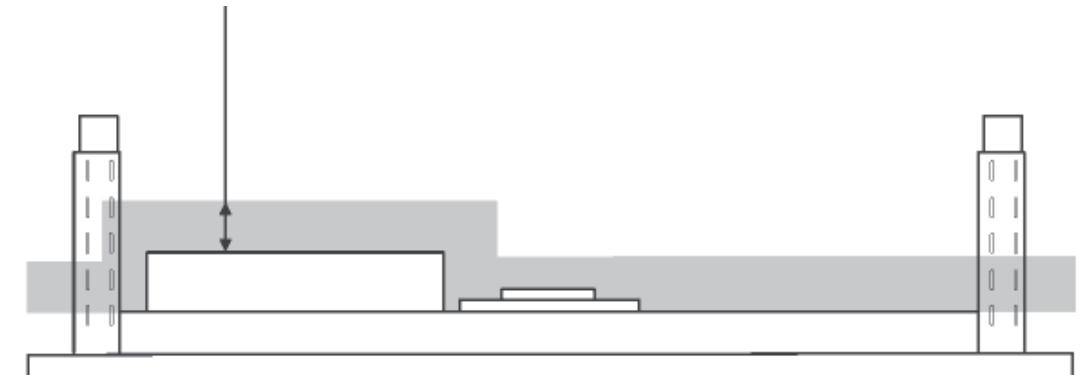

FIG. 1
10. Type d'installation non-IC : L'isolant thermique de la maison ne doit pas couvrir le haut de la hotte et doit être à au moins 76 mm (3 po) du boîtier de tout côté. (Fig. 1)